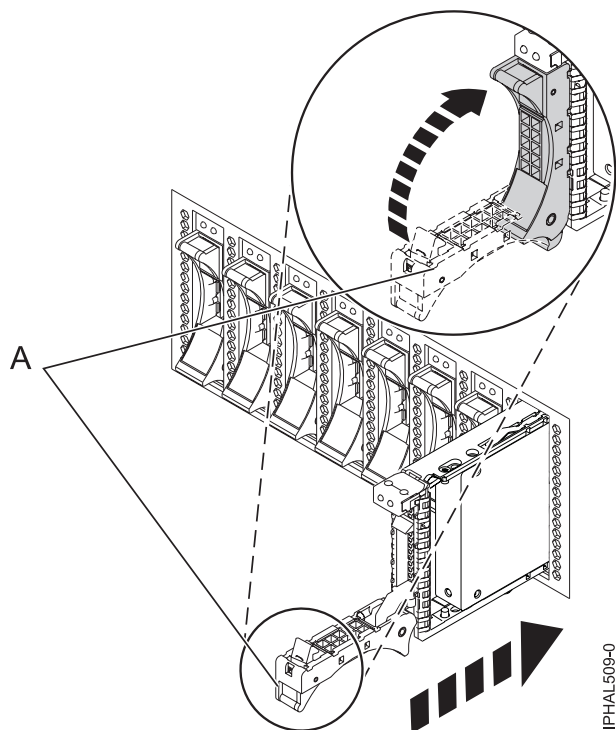

Figure 22. Remplacement d'une unité de disque dans l'unité centrale
7. Lorsque le voyant d'identification s'allume et reste fixe, faites glisser complètement l'unité de disque ou l'unité SSD dans l'unité centrale ou dans une unité d'extension, et poussez complètement la poignée (A) de l'unité jusqu'à ce qu'elle se verrouille, comme indiqué à la figure 22.